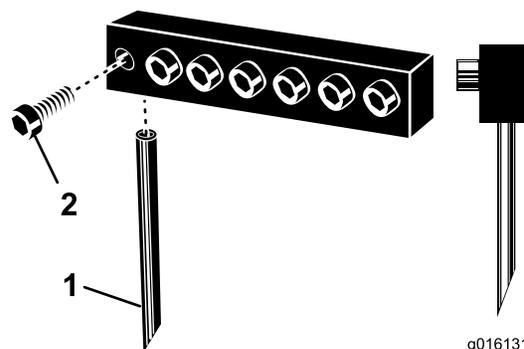

Рисунок 27
3. Выверните зажимные болты и снимите использовавшиеся ранее зубья (Рисунок 27).
Примечание: Полые зубья должны устанавливаться так, чтобы паз для выброса грунта был обращен назад, а у сплошных зубьев угол среза зуба должен быть обращен к машине (Рисунок 27).